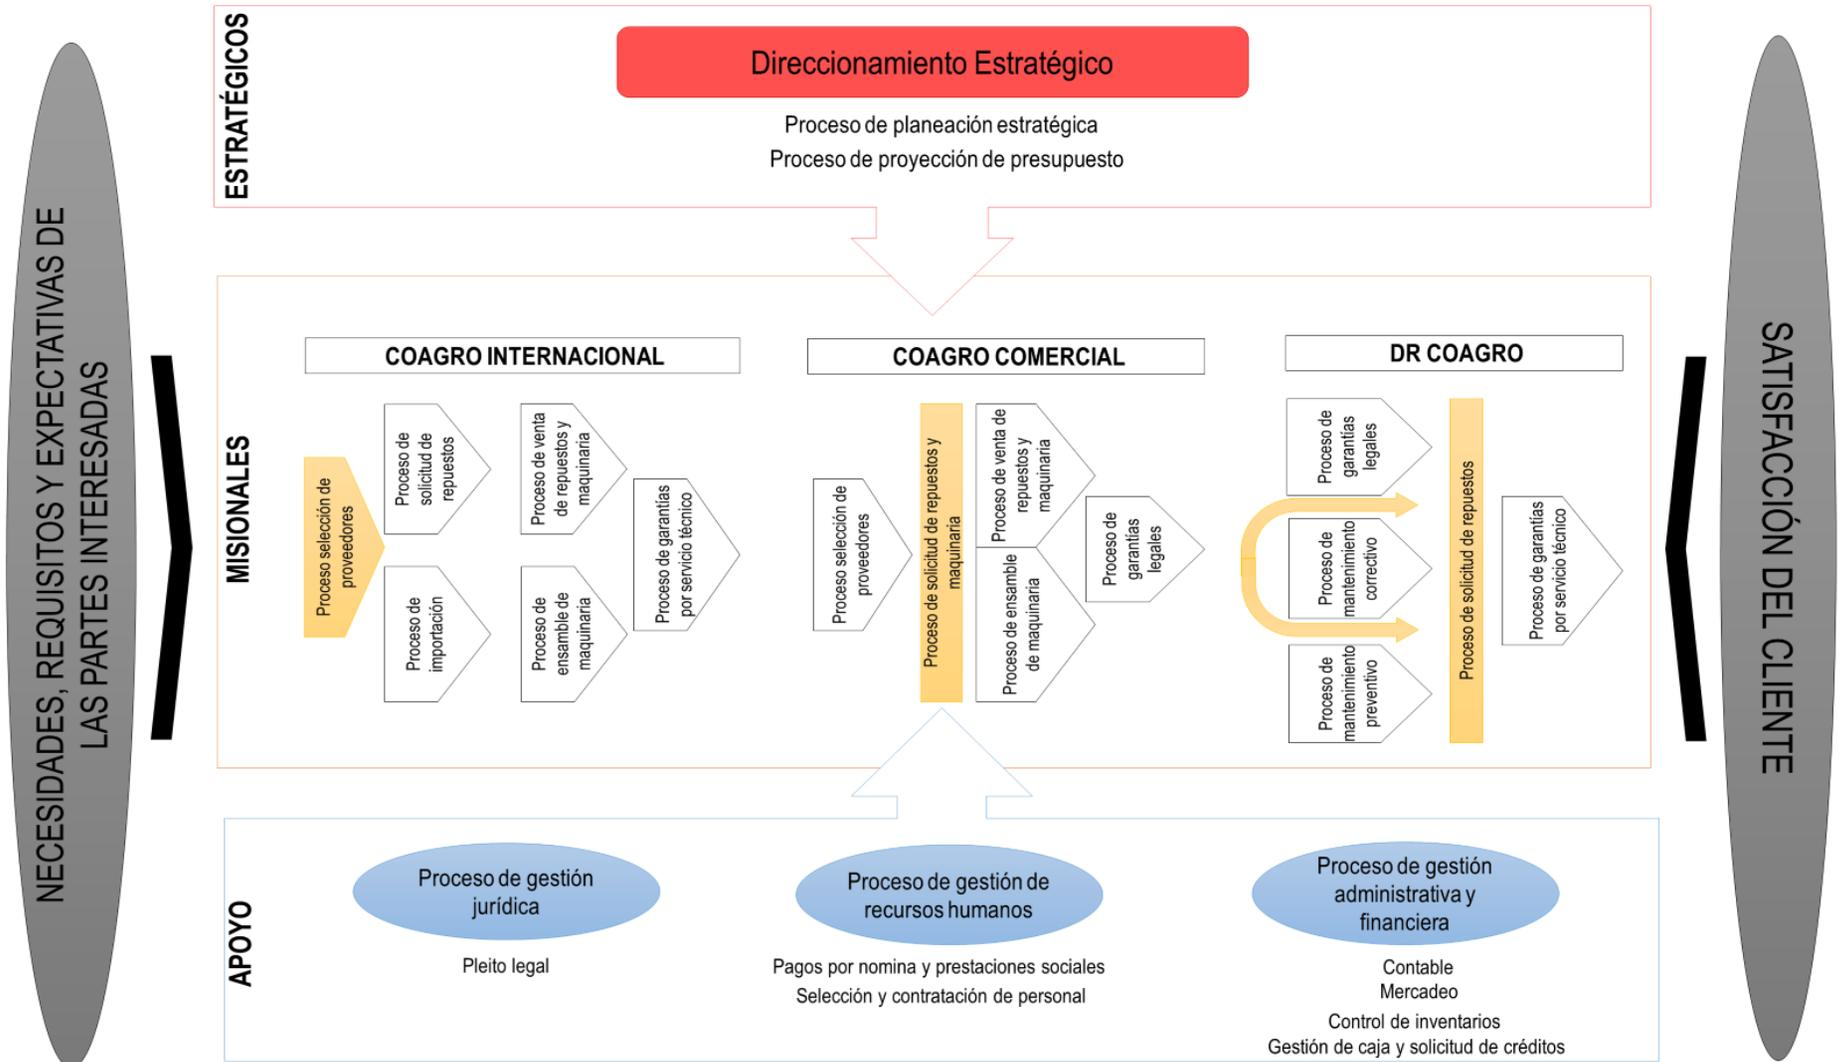

Figura 7. Mapa de procesos del grupo empresarial Coagro
En la Figura 7, se observa que el grupo empresarial Coagro cuenta con veintiuno procesos, clasificado de la siguiente manera: dos (2) procesos estratégicos, dieciséis (16) procesos misionales y tres (3) procesos de apoyo. A partir de lo mencionado con anterioridad, se planteó que los procesos estratégicos y de apoyo, se desarrollen como la base de estructuración del grupo empresarial; mientras que los procesos misionales al estar relacionados con la razón comercial de cada unidad empresarial, sean manejados de manera independiente.